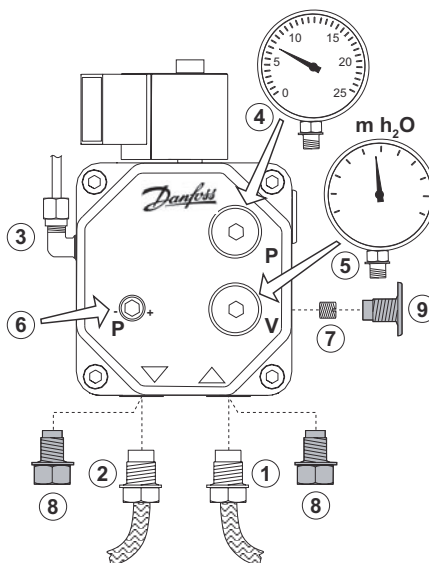

fig. 4b - Pompa Danfoss
**con pompa DANFOSS** (vedi fig. 4b) - svitare il tappo (rif. 9), togliere la vite di bypass (rif. 7) e tappare nuovamente con il tappo (rif.9). Collegare il solo flessibile di aspirazione al raccordo in entrata (rif.1). Svitare il tappo (rif. 8) dal raccordo di ritorno (rif. 2) e tappare lo stesso raccordo sulla pompa con un tappo idoneo.